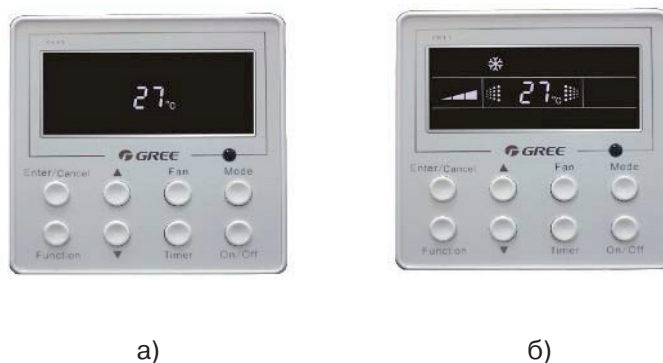

Рис. 6.6
6.5.1 При подаче электропитания на кондиционер на проводном пульте загорается индикация температуры см. рис. 6.6 (а).
6.5.1.1 При включении кондиционера в работу кнопкой ON/OFF автоматически на жк-дисплее высвечивается индикация в соответствии с рис. 6.6 (б).